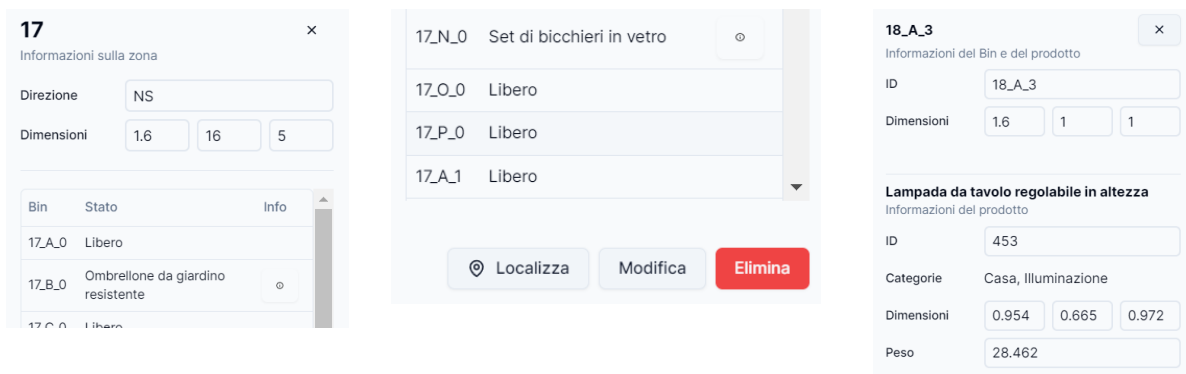

Figura 10: Menù di ispezione zone (sinistra e centro) e menù di ispezione bin_G (destra)
- pulsante per la visualizzazione dei dettagli del bin_G (menù in Figura 10 a destra), presente solo se il bin_G è occupato.